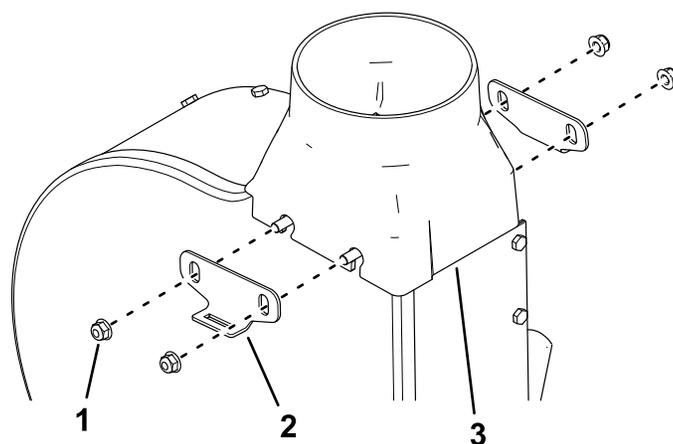

Figura 7
1. Montate il nuovo raccordo di transizione con 2 piastre e 4 dadi (Figura 7).